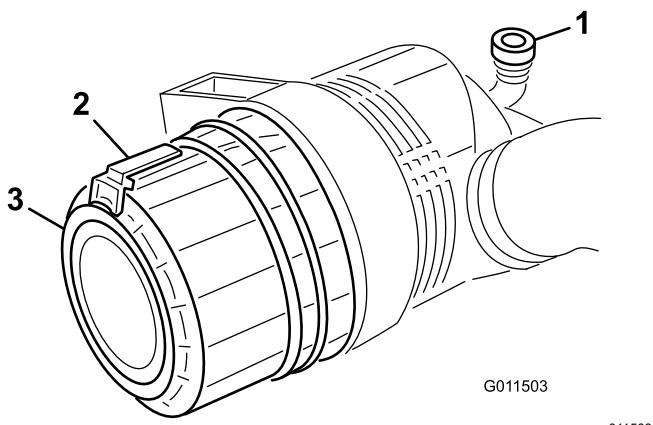

Figura 70
1. Tirate il fermo verso l'esterno e ruotate il coperchio del filtro in senso antiorario (Figura 70).